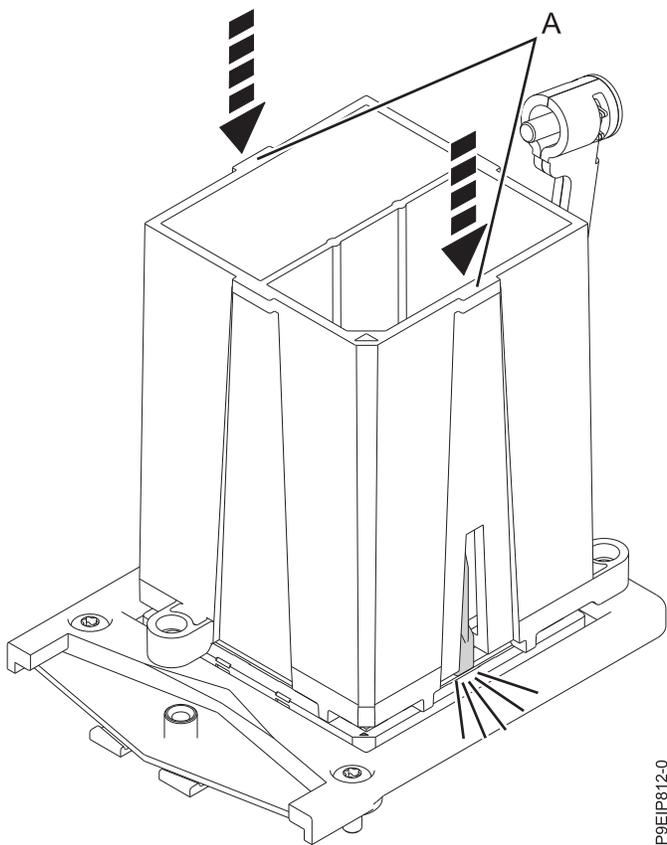

図 87. システム・プロセッサ・モジュールをツールにロック
9. 取り外しツール (A) がシステム・プロセッサ・モジュールの上部に乗った状態で、ツールを押し下げて、システム・プロセッサ・モジュールをツールにロックします (82 ページの図 87 を参照)。